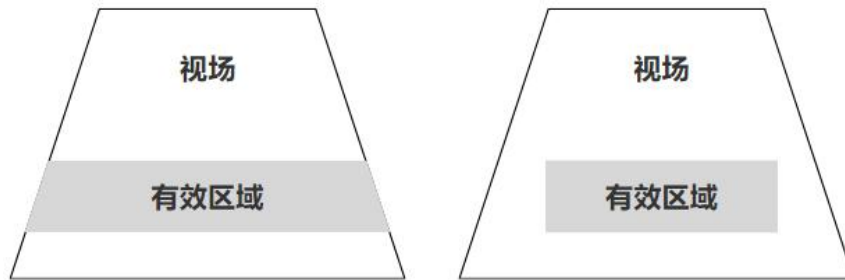

图 2.3 有效区域
- **有效区域：**指相机最大视场内用于数据采集的区域，默认情况下，有效区域覆盖相机的整个视场，实际使用时，用户可通过减小有效区域，获取更高的采集速度或排除环境光影响区域。如图 2.3 所示。